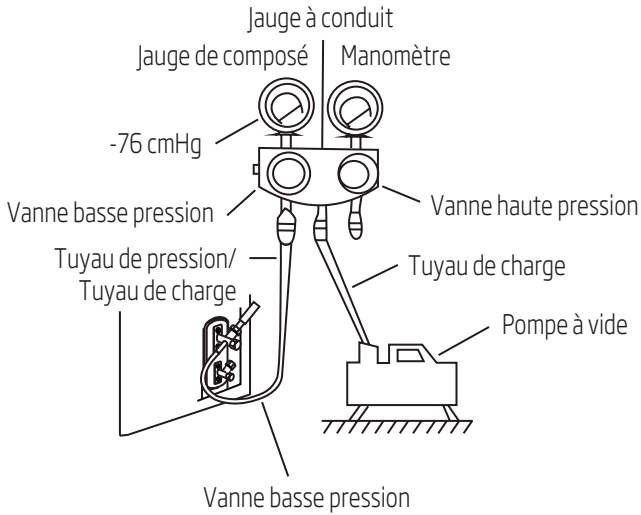

Fig. 7.1
3. Vérifiez que la conduite est coupée parfaitement à un angle de 90°. Reportez-vous à la figure 7.1 pour des exemples de mauvaise coupe.